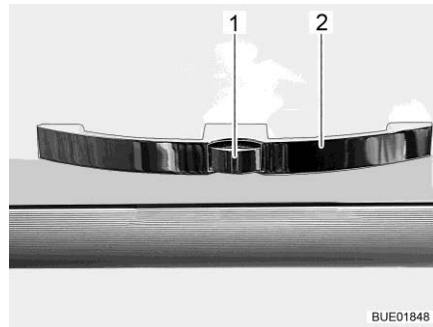

Bild 85 Skåplucka med handtag
- Tryck på låsknappen (Bild 85,1) på handtaget (Bild 85,2) och håll den nedtryckt.